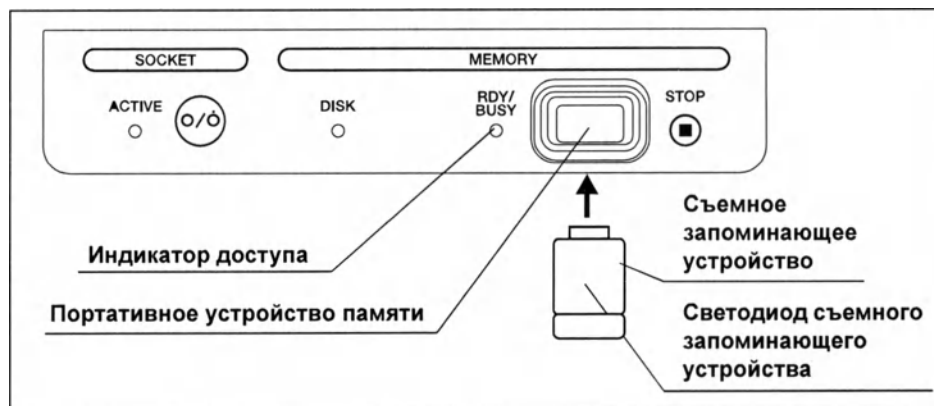

Рисунок 7.252
- 2 При распознавании ультразвуковым центром съемного запоминающего устройства включится индикатор доступа (см. рис. 7.252). Индикатор доступа и светодиод съемного запоминающего устройства обозначают следующее состояние.